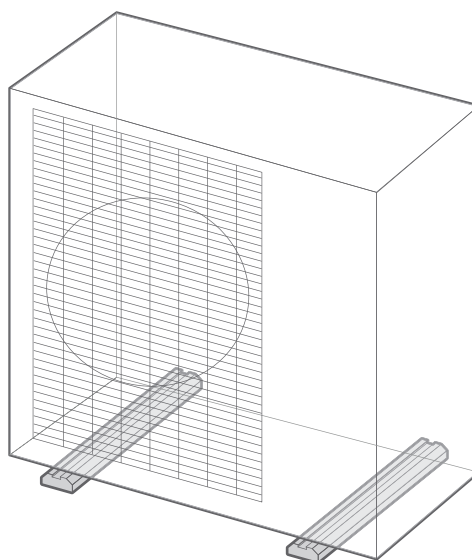

fig. 15 - Uitvoering met rubberen voet (optie)
- Het toestel moet volledig toegankelijk zijn voor verdere installatie- en onderhoudswerkzaamheden (afb. 15, blz. 17).